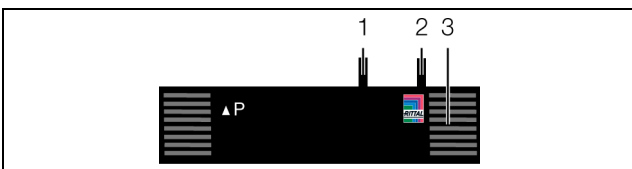

Abb. 7: Frontseite des Differenzdrucksensors
- Schließen Sie den Luftschlauch für die Referenzmessung am entsprechenden Anschluss an (Abb. 7, Pos. 2).
- Schließen Sie den Luftschlauch für die Vergleichsmessung am entsprechenden Anschluss an (Abb. 7, Pos. 1).